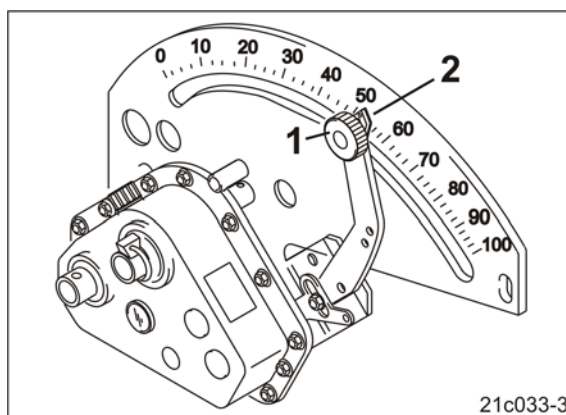

Fig. 144
9. Den Arretierknopf (Fig. 144/1) lösen.
11. Den Zeiger (Fig. 144/2) des Getriebehebels **von unten** auf den Getriebe-Einstellwert stellen.